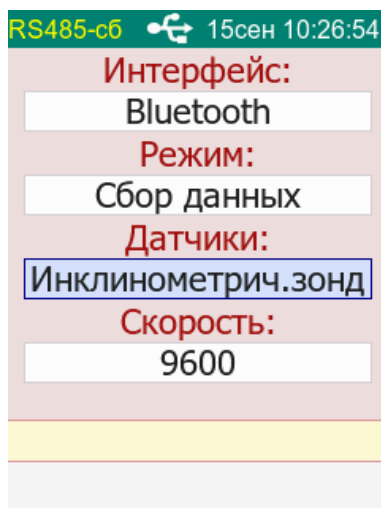

Рисунок 8.2 Настройка режима измерений
8.3.2 Выберите пункт меню «Режим», в появившемся окне выберите параметры режима, как показано на рис. 8.2.